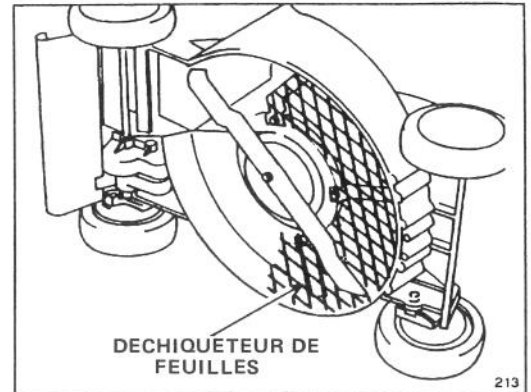

Figure 27
3. Déchiqueteur de feuilles (modele n° 59180) – Se monte sous la tondeuse en quelques minutes, sans qu'il soit nécessaire d'enlever la lame. Déchiquette les feuilles en petits morceaux afin de permettre une bonne aspiration dans le sac à herbe et donc un enlèvement pratique (Fig. 27).